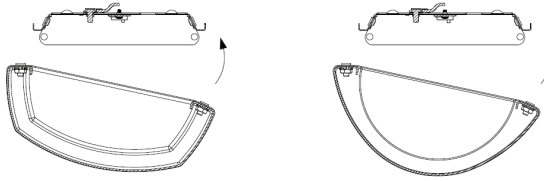

Figure 2
6. Soulever le boîtier (2) du ballast d'une main et de l'autre placer les fils dans la boîte de jonction.
8. Placez le commutateur (5) sur la position correspondant à la température de couleur souhaitée : 30K (lumière chaude), 40K (lumière froide) or 50K (lumière du jour).
9. Installez le diffuseur (4) - fixez un côté du diffuseur au boîtier, puis l'autre côté comme illustré à la fig. 2. Vérifiez que le diffuseur est engagé à fond sur les deux cotés du boîtier.
6. **Hold Fixture Housing (2) in one hand and with the other** hand position wires up into junction box.
7. **Align keyholes on back of Fixture Housing** with screws (1) previously installed in junction box. Lift fixture up, rotate clockwise and tighten screws to secure Housing Assembly against ceiling.
8. **Set up proper CCT** - position switch (5) to select color temperature of 30K (warm), 40K (cool) or 50K (day light).
9. **Install diffuser (4)** - install one side of diffuser to housing, then another side as showed in Fig. 2. Confirm that diffuser is fully engaged with both sides of housing.
6. Sostenga la caja de la luminaria (2) en una mano y coloque los alambres dentro de la caja de ensambladura con la otra mano.
8. Configure el interruptor de posición CCT adecuado (5) seleccionar la temperatura de color de 30 K (caliente), 40 K (fría) o 50 K (luz natural).
9. Instale el difusor (4): instale un lado del difusor en la carcasa y luego el otro lado, como se muestra en la Fig. 2. Asegúrese de que el difusor esté completamente acoplado a ambos lados de la carcasa.